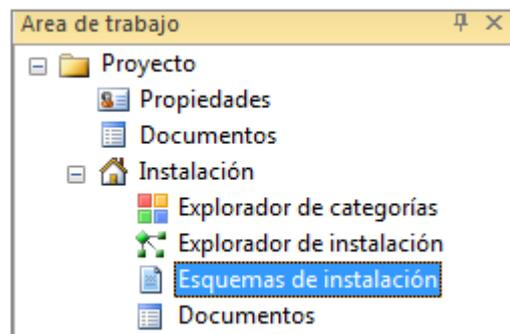

Fig. 3.
- Seleccione la sección *Esquemas de instalación* en el panel **Área de trabajo** (Fig. 3)